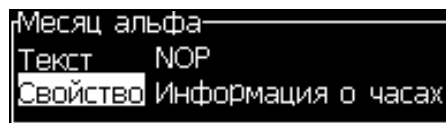

Рисунок 5-21: Редактирование кода
- 5 Отредактируйте код для поля *“Alpha Month”* (альфа месяц) (смотрите Рисунок 5-21). Для получения более подробной информации, смотрите *“Чтобы установить информацию о времени”* на странице 5-43 и Таблица 5-13 на странице 5-43.